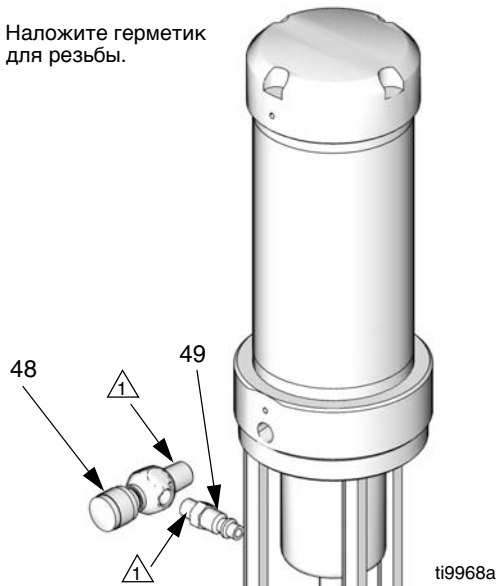

Рис.4
- 1 Нанесите герметик для резьбы на наружную резьбу игольчатого клапана (48) и быстроразъемного соединения (49) и произведите установку. См. Рис.4